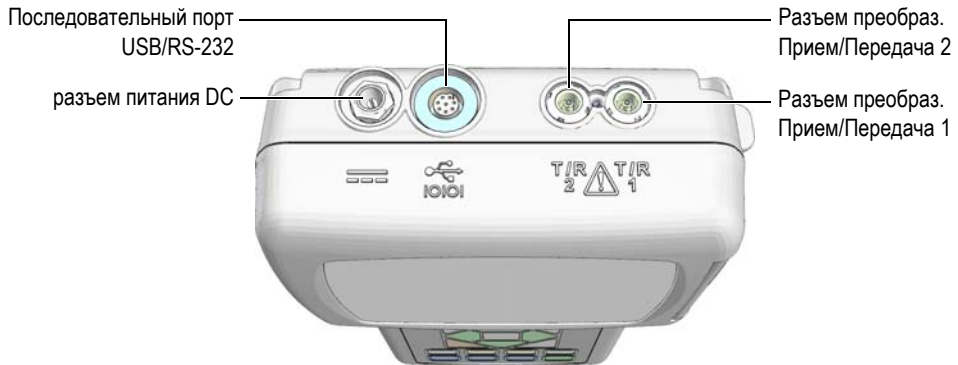

Рис. 1-4 Разъемы в верхней части прибора
Разъем питания (DC), порты USB/RS-232 и разъемы преобразователя T/R расположены в верхней части прибора 38DL PLUS (см. Рис. 1-4 на стр. 19).